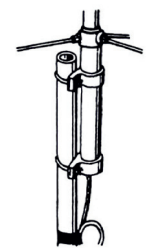

Рис. 7
2.6 Плотно прикрутите гильзу крепления к согласующему устройству антенны (рис. 7).